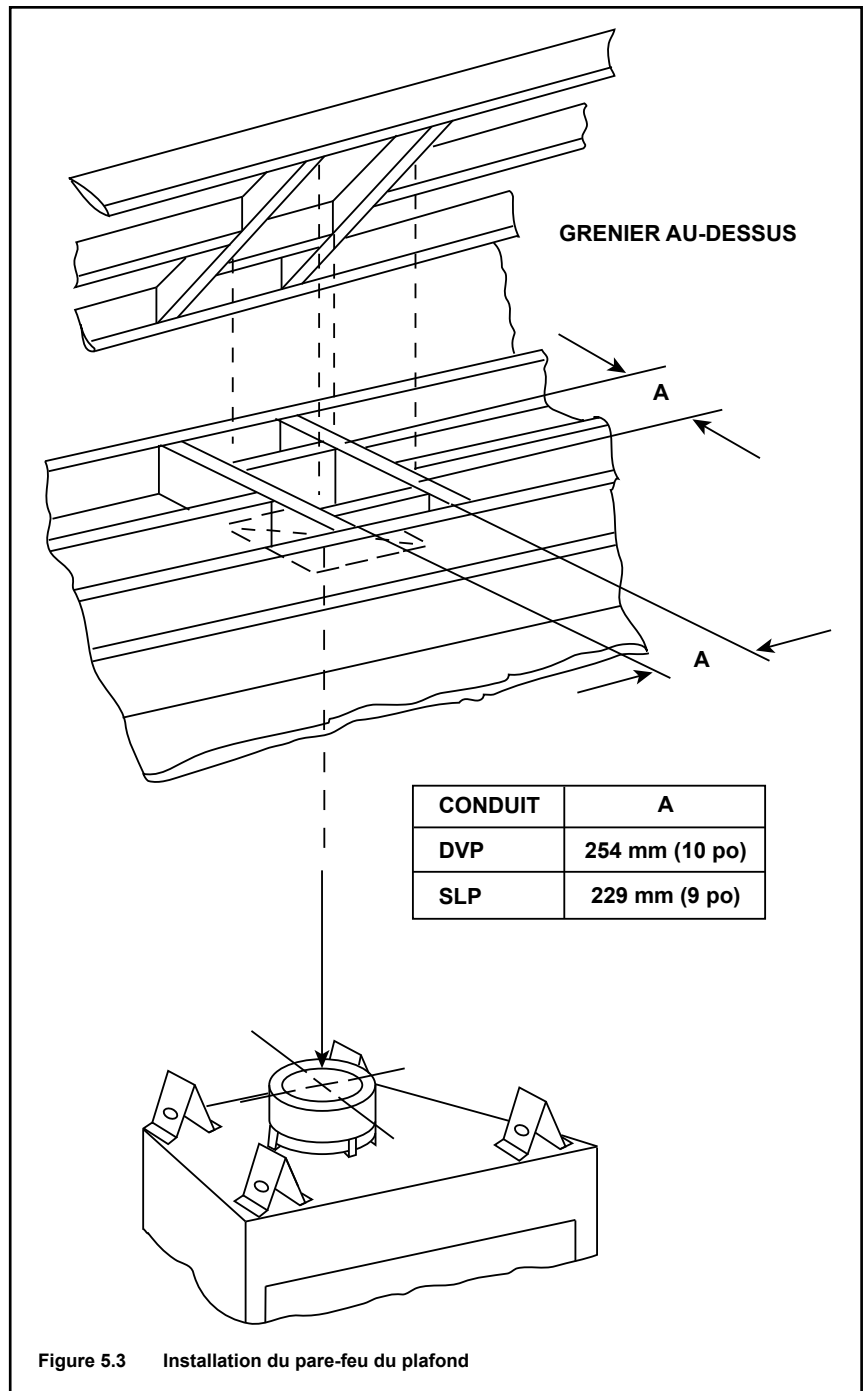

Figure 5.3 Installation du pare-feu du plafond
- **Conduit DVP seulement** - encadrez une ouverture de 254 mm par 254 mm (10 po x 10 po) quand le conduit d'évacuation traverse un plancher/plafond (voir la Figure 5.3).
- **Conduit SLP seulement** – Ouverture du coffrage 229 mm x 229 mm (9 po x 9 po) quand le conduit d'évacuation traverse un plancher/plafond (voir la Figure 5.3).